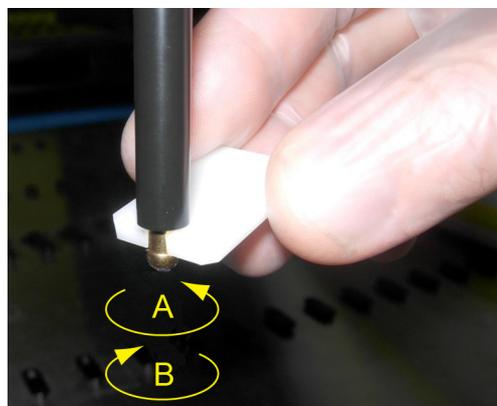

Fig. 7-7 Clé à cône
- 1 Maintenez le tube éjecteur d'embout tout en desserrant le cône pour DiTi à l'aide de la clé à cône fournie (voir la Fig. 7-7, Fig. 7-34).